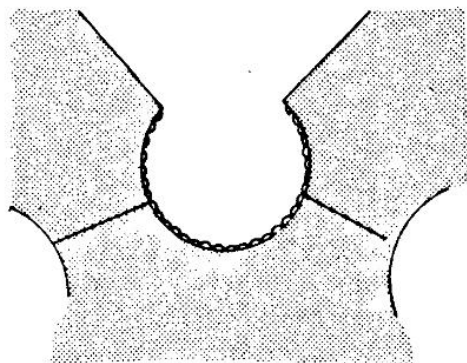

Рис. 157
4. Отогните тесьму к изнаночной стороне изделия (рис. 157).